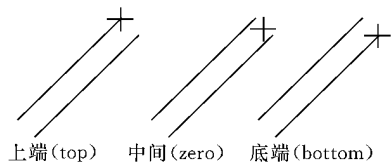

图 2.6 对正形式
① 指定起点 :用 2.1 节介绍的方法定点。指定起点后 ,命令行继续提示“指定下一点”。
② 对正 :确定将在多线的顶端、中间或底端绘制多线 ,如图 2.6 所示。
③ 比例 :用来控制多线线间的宽度比例。
④ 样式 :设置或查询多线样式。默认样式为 standard。命令行中提示输入样式名 ,可输入所需样式的名称 ,若要查询样式 ,在提示输入样式名后 ,输入“?” ,然后回车。